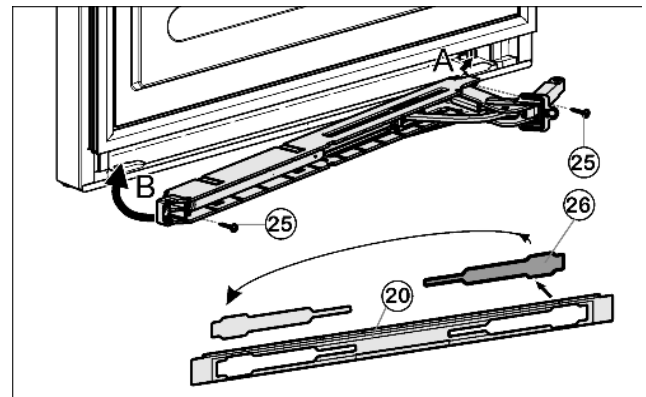

Рис. 13
- ▶ Насадите дверь на опорные болты Рис. 13 (42).
- ▶ Выньте защитную крышку Рис. 13(26) из заглушки Рис. 13 (20) и снова установите на другую сторону.
- ▶ Прикрутите доводчик (2 раза Torx 15) Рис. 13 (25).